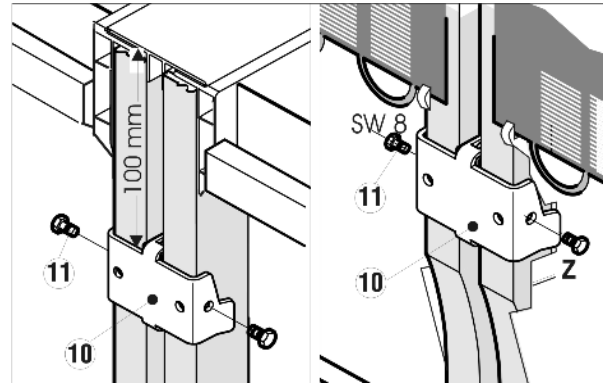

Fig. 6
- ▶ En la parte trasera, tanto superior como inferior, coloque las escuadras de fijación Fig. 6 (10) anchas.
- ▶ Coloque la escuadra de fijación inferior en la escotadura correspondiente (Z).
- ▶ Atornille las dos escuadras de fijación Fig. 6 (10) con los tornillos de cabeza hexagonal Fig. 6 (11) a los lados para fijarlas.